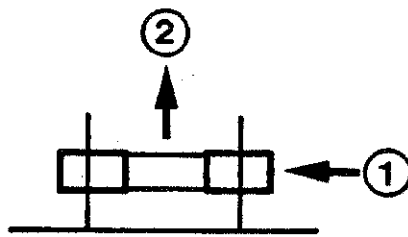

図3-17 ヒューズの外し方
電源ヒューズをはずすときは、ヒューズを[図3-17]に示す矢印①の方向に押します。